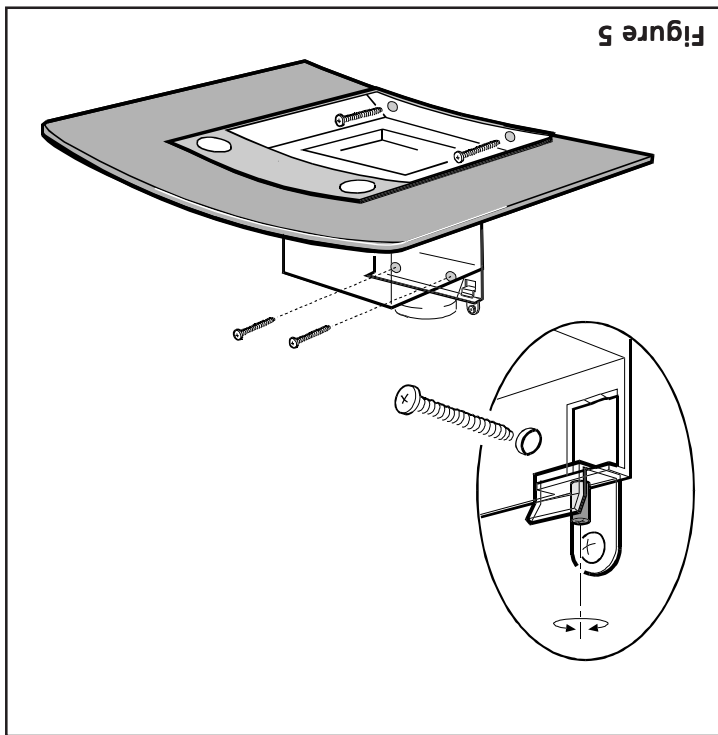

Figure 5
12. Suspendre la hotte aux 2 crochets de montage, en utilisant les ouvertures rectangulaires qui se trouvent sur la partie arrière de la hotte (Figure 5).
14. Fixer la hotte en appliquant 2 vis sur la partie la plus haute et 2 vis sur le fond (Figure 5).